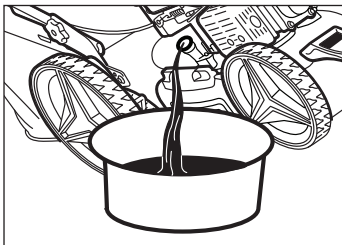

Рис. 20
- Используйте технический шприц, при его наличии, для удаления масла из картера двигателя (в комплект поставки не входит) или аккуратно и плавно наклоните газонокосилку (не переворачивать) для слива масла в подготовленную емкость (Рис. 20), дайте отработанному маслу стечь полностью, утилизируйте его способом, который не повредит окружающей среде.